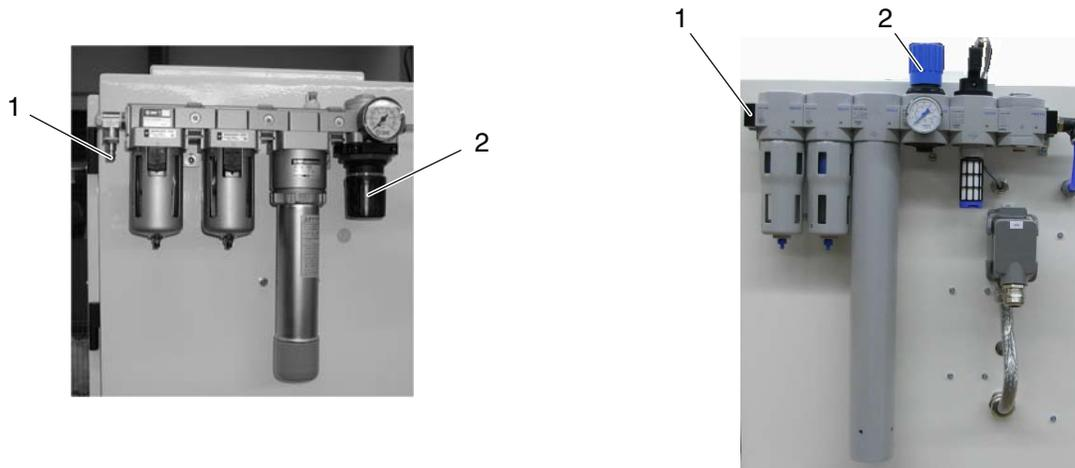

Fig. 3-7 Exécutions du sécheur d'air comprimé à membrane
1. Raccorder l'alimentation en air comprimé (1, fig. 3-7).
2. Régler la pression pneumatique à 6 bar (87 psi) (2, fig. 3-7).